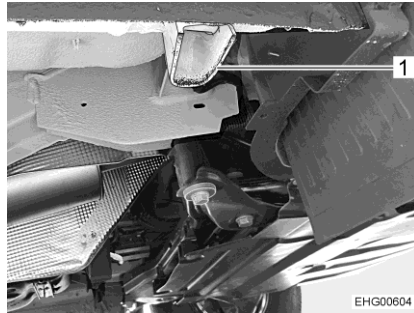

Bild 237 Aufnahme Vorderachse
- Wenn ein Rad an der Vorderachse gewechselt werden soll: Wagenheber an der dafür vorgesehenen Aufnahme (Bild 237,1) ansetzen.